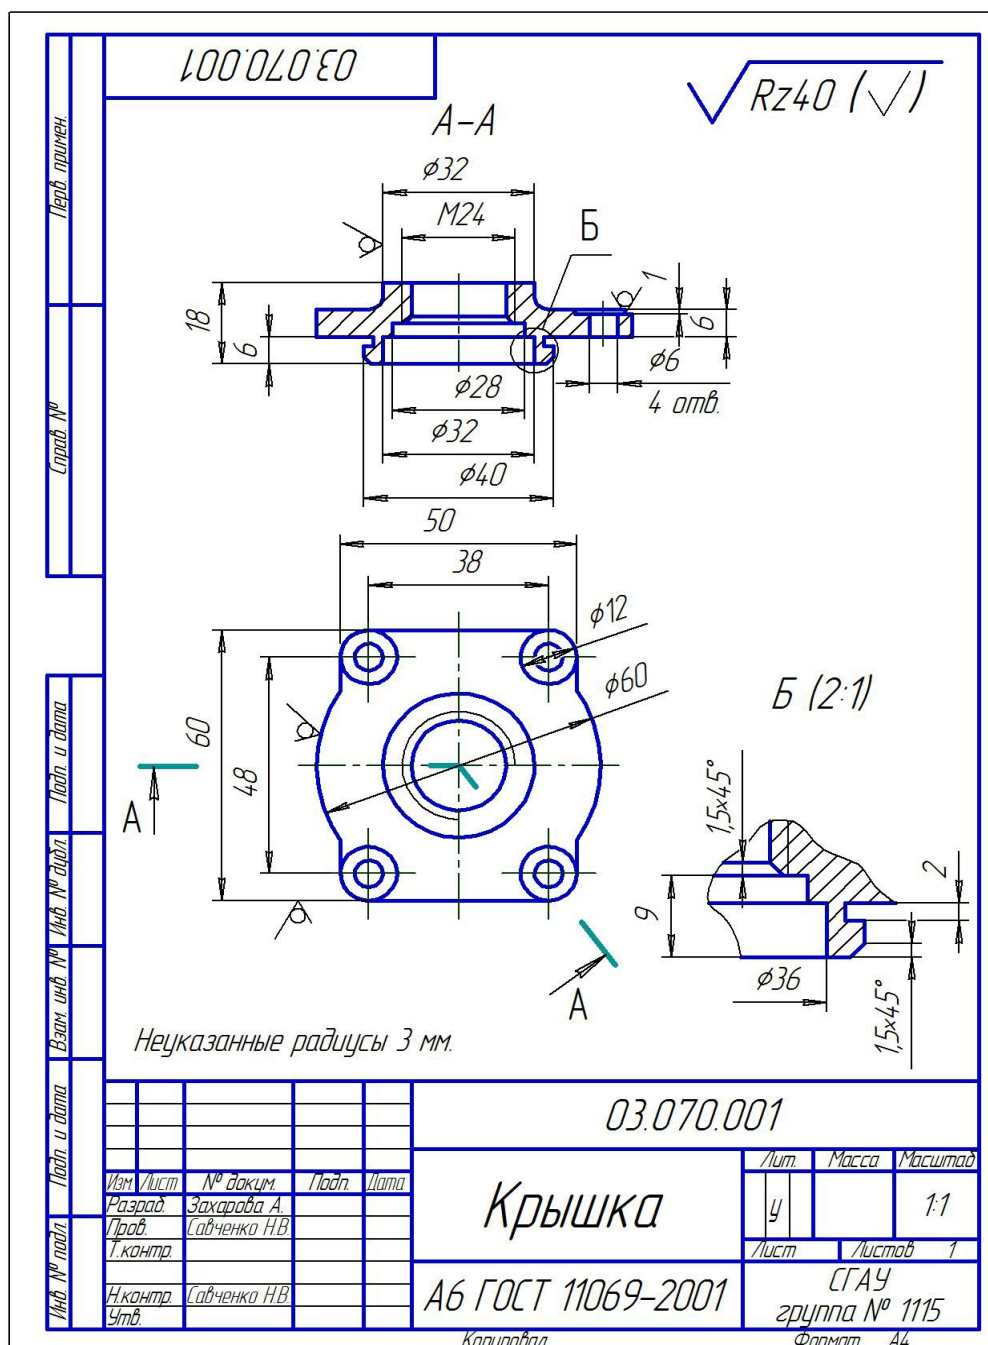

Рис. 1.48. Задание для построения чертежа.
**Задание:** Создать рабочий чертеж детали «Крышка», содержащий изображение двух видов этой детали и выносного элемента (рис. 1.48).
3. В *Строке сообщений* появится запрос «*Введите координаты точки привязки вида*», а на экране - изображение системы координат. Установите его мышью в нижней половине рабочей области чертежа (рис. 1.48) и зафиксируйте эту точку щелчком левой клавишей мыши (ЛКМ).
**Примечание:** Начало координат должно располагаться на пересечении осевых линий вида сверху (рис. 1.48).
- ✓ Начертить фронтальный разрез А-А детали «Крышка» (рис. 1.48), руководствуясь при построении рисунками 1.52...1.60 и пояснениями к ним.